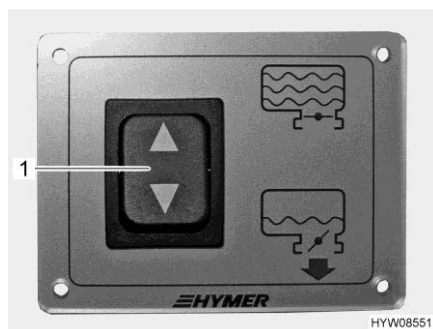

Fig. 191 Interruttore di comando (rubinetto di scarico)
L'interruttore di comando (Fig. 191,1) per lo scarico delle acque grigie si trova nel garage di coda. Il tubo di scarico con collegamento per un tubo di gomma per lo scarico si trova sotto al veicolo.
- Aprire il rubinetto di scarico. A tal fine premere verso il basso l'interruttore di comando (Fig. 191,1). Le acque grigie fuoriescono.
- Dopo il deflusso completo delle acque grigie, richiudere il rubinetto di scarico. A tal fine premere verso l'alto l'interruttore di comando (Fig. 191,1).